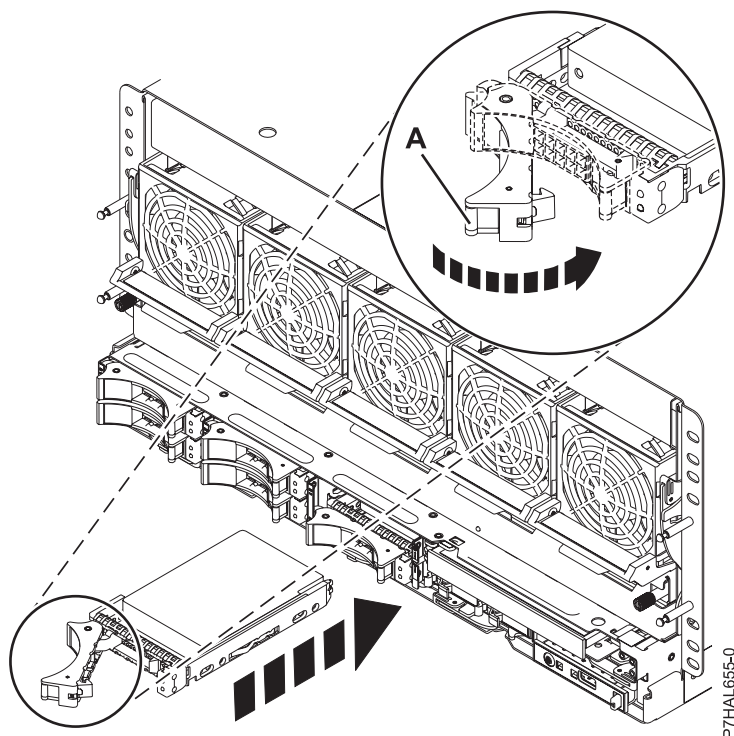

Figura 11. Instal·lació de la unitat de disc al sistema
- Quan el LED d'identificació es torni sòlid, moveu la unitat fins al fons del sistema o de la unitat d'expansió i empenyeu la nansa de la unitat **(A)** fins que quedi encaixada, tal com es mostra a Figura 11.